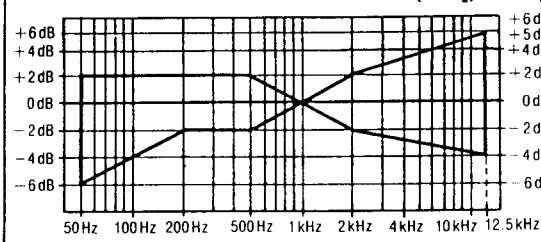

Fig. 14
7. Enlever la bande étalon vierge normale et placer la bande étalon QZZCRX (bande CrO₂). Enregistrer les signaux de 50Hz, 100Hz, 200Hz, 500Hz, 1kHz, 4kHz, 8kHz, 10kHz et 12,5kHz. Reproduire ensuite ces signaux et vérifier si la courbe est comprise dans les limites indiquées par le tableau de réponse de fréquence globale pour les bandes CrO₂ (Fig. 14).
8. Changer la bande étalon pour la bande étalon vierge QZZCRZ (bande métallique), et enregistrer les signaux de 50Hz, 100Hz, 200Hz, 500Hz, 1kHz, 4kHz, 8kHz, 10kHz et 12,5kHz. Ensuite, lire les signaux et vérifier si la courbe se trouve entre les limites indiquées dans le tableau de réponse en fréquence globale pour les ruban CrO₂ (Fig. 14.).